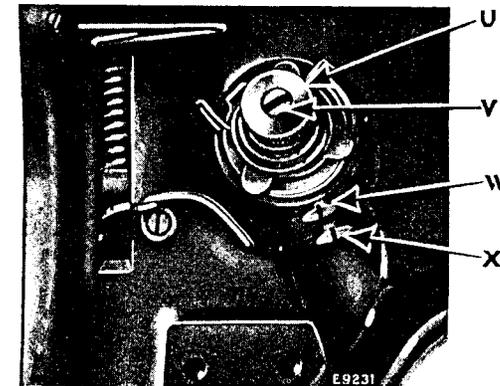

FIG. 20. AJUSTE DEL REGULADOR DEL HILO
La tensión del hilo de aguja se regula con la tuerca de mano (U, Fig. 20) que está frente a los discos de tensión en el frente de la máquina. Para aumentar la tensión, dése vuelta a la tuerca hacia la derecha; y hacia la izquierda para disminuirla.
Cuando se desea mayor acción reguladora sobre el hilo, se afloja el tornillo de sujeción (W, Fig. 20), y se da vuelta al retensor del resorte hacia la derecha; y hacia la izquierda para menor acción; apretando luego bien el tornillo de sujeción (W).
Para aumentar la tensión del resorte regulador del hilo, aflójese el tornillo del perno de sujeción (X, Fig. 20), que se halla debajo del tornillo del perno de sujeción, y dése vuelta al perno de sujeción de la tensión (V, Fig. 20) un poquito hacia la izquierda con un destornillador; y hacia la derecha para disminuir la tensión; luego apriétese el tornillo (X).